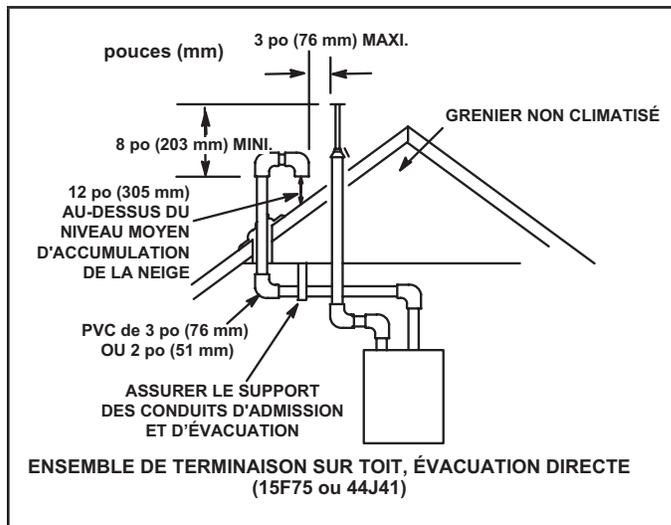

FIGURE 25
Les conduits d'admission et d'évacuation peuvent être acheminés soit horizontalement à travers un mur extérieur, soit verticalement à travers le toit. Pour les installations sous comble ou en placard, il est préférable d'utiliser une terminaison verticale à travers le toit. Les « FIGURE 25 » à « FIGURE 32 » illustrent des terminaisons typiques.
- 3 - Avec les terminaisons sur toit, le conduit d'admission doit comporter deux coudes à 90° et se terminer verticalement vers le bas (voir « FIGURE 25 »).